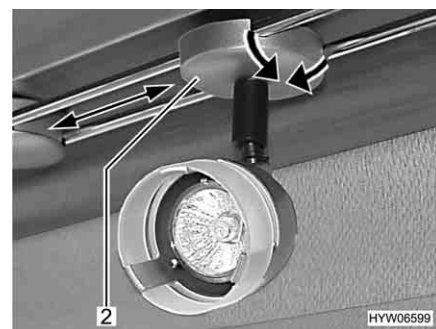

Fig. 89 Come posizionare il faretto
- Afferrare il supporto (Fig. 89,2).